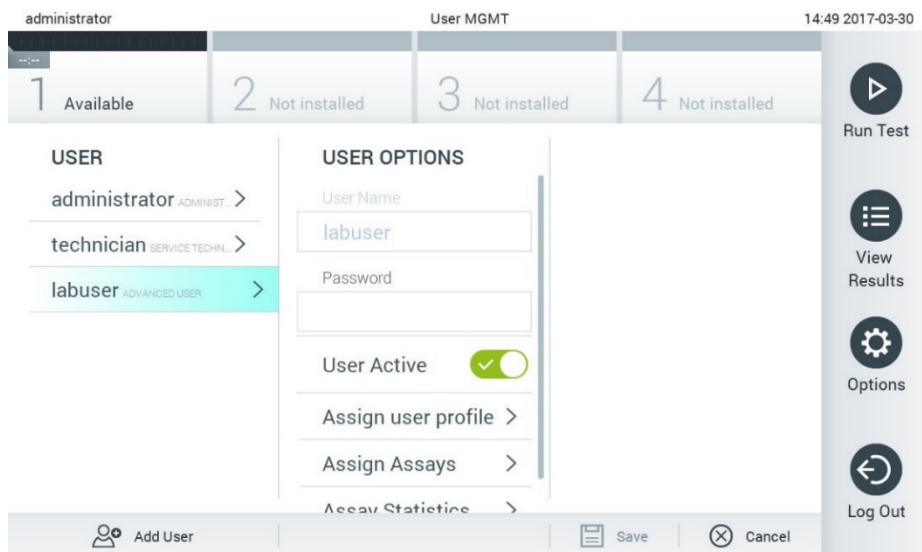

Figure 60. Sélection et gestion des utilisateurs.
2. Sélectionnez l'utilisateur à gérer dans la liste de la colonne de gauche de la zone de contenu (figure 60).